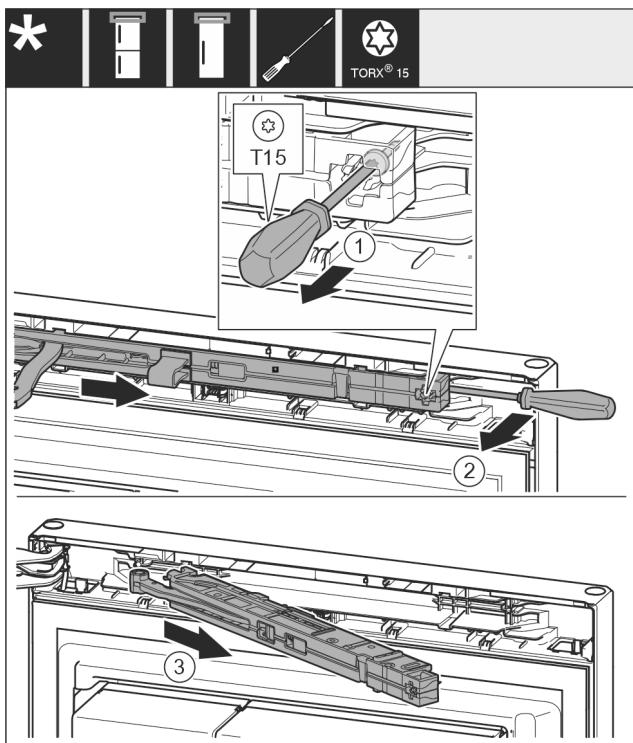

Fig. 11
- Odvijačem T15 otpustite vijak na jedinici prigušivača zatvaranja oko 14 mm. Fig. 11 (1)
- Umetnute odvijač na strani ručke iza jedinice prigušivača zatvaranja i okrenite jedinicu prema naprijed. Fig. 11 (2)
- Izvucite jedinicu prigušivača zatvaranja. Fig. 11 (3)